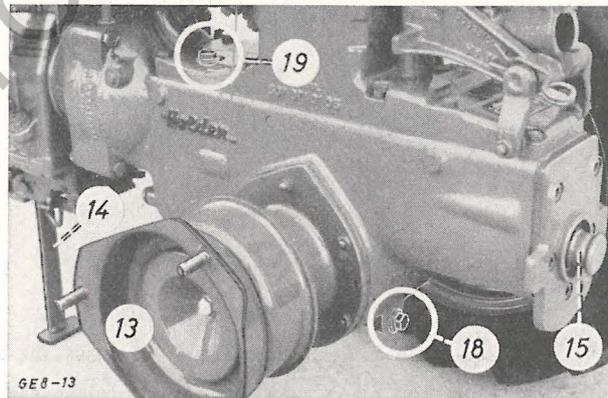

Bild 7: Getriebe
Die **Zapfwelle** (15) (siehe Bild 7) befindet sich an der Rückseite des Schleppers. Bei Nichtgebrauch wird sie durch eine Gummikappe geschützt. Die Zapfwellengeräte werden mittels Schnellverschluß angebaut. Zum Ein- und Ausschalten der Zapfwelle muß der Kupplungshebel (1) gezogen werden. Verschiedene Schaltmöglichkeiten der Zapfwelle stehen Ihnen zur Verfügung.